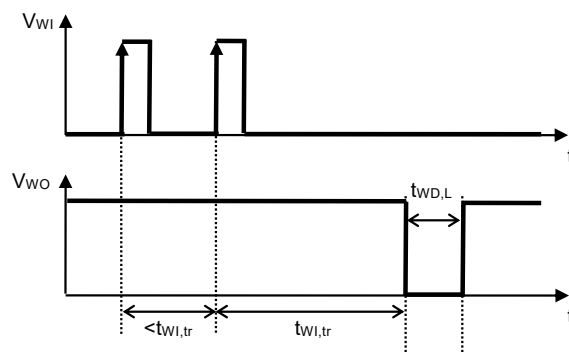

图10 看门狗触发时间
- *1. 看门狗定时器进行超时检测后, WO端子保持 "L" 的时间 (参阅图10)。此值可以通过 C_{DLY} 的电容值进行更改。
*2. 从看门狗定时器开始进行触发信号检测后, 到检测出超时, 并且WO端子输出变化为 "L" 为止的时间 (参阅图10)。此值可以通过 C_{DLY} 的电容值进行更改。